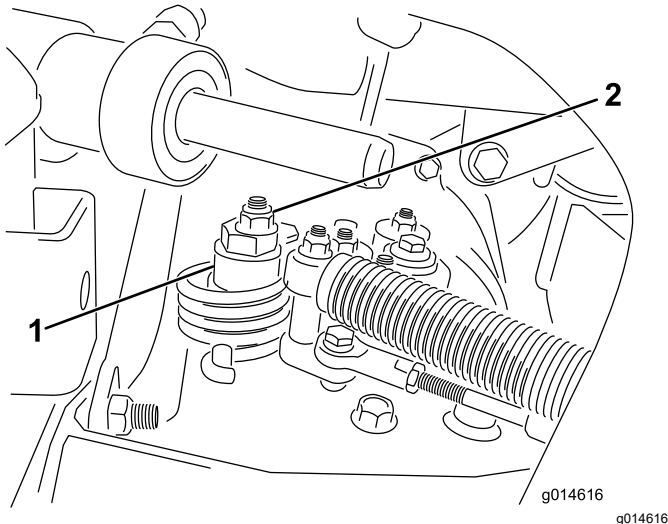

Figura 53
- A. Afloje la tuerca que sujeta el excéntrico a la parte superior del hidrostato (Figura 53).
- C. Gire el excéntrico hasta que no haya movimiento en ningún sentido. Cuando la rueda deje de girar, apriete la tuerca para bloquear el excéntrico y el ajuste (Figura 53). Compruebe el ajuste con el acelerador en las posiciones LENTO y RÁPIDO.